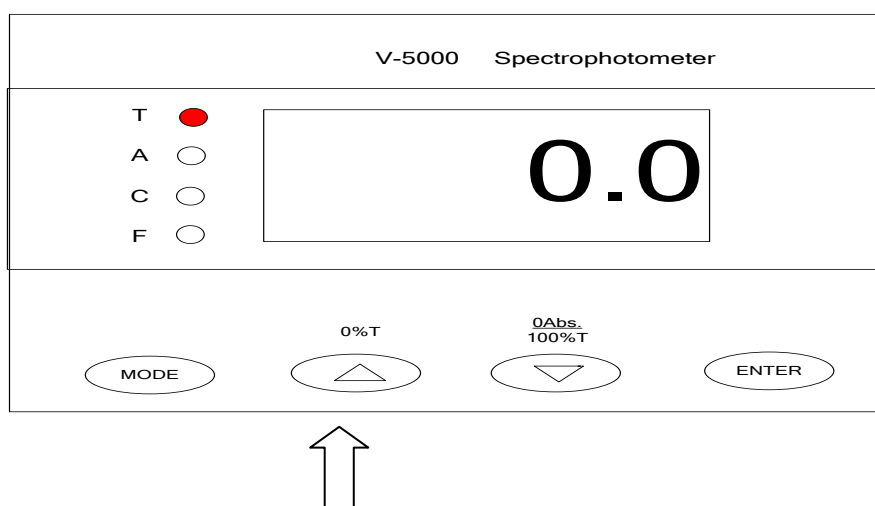

Fig.1-6
- Définir le zéro (nécessite un courant d'obscurité). Cela ne fonctionne qu'en mode **T**. Insérez le bloc noir dans le porte cuvette, fermez le couvercle du compartiment à échantillon, tirez le ensuite dans la trajectoire de la lumière. Appuyez sur cette touche pour calibrer le courant d'obscurité, et l'écran affichera 0.0. (Fig.1-6)